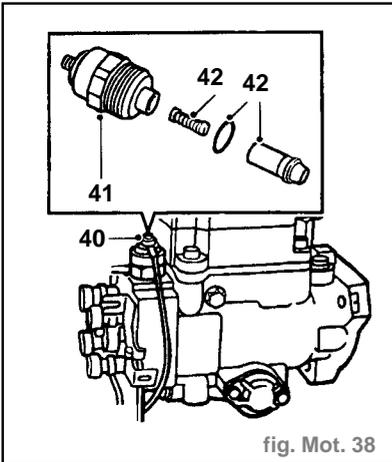

fig. Mot. 38
- Enlever l'écrou (40) et débrancher le fil du solénoïde de coupure de carburant (fig. Mot. 38).
- Poser l'adaptateur (45) de raccord banjo de retour de carburant de la pompe d'injection avec une rondelle d'étanchéité neuve, et serrer l'adaptateur à 2,5 daN.m.
- Poser l'adaptateur (44) de raccord banjo d'arrivée de carburant sur la pompe d'injection avec une rondelle d'étanchéité neuve, et serrer l'adaptateur à 2,5 daN.m.
- Poser le support d'adaptateur (43) sur la pompe d'injection et serrer les vis Allen à 1 daN.m.
- Nettoyer le plongeur (42) du solénoïde de coupure de carburant (fig. Mot. 38).
- Poser le solénoïde (41) sur la pompe d'injection et le serrer à 2 daN.m.
- Brancher le câble sur le solénoïde et serrer l'écrou de borne (40).
- Poser l'adaptateur (44) de raccord banjo de retour de carburant de la pompe d'injection avec une rondelle d'étanchéité neuve, et serrer l'adaptateur à 2,5 daN.m.
- Poser l'adaptateur (43) de raccord banjo d'arrivée de carburant sur la pompe d'injection avec une rondelle d'étanchéité neuve, et serrer l'adaptateur à 2,5 daN.m.
- Poser le support de butée (42) sur la pompe d'injection et serrer les vis Allen à 1 daN.m.